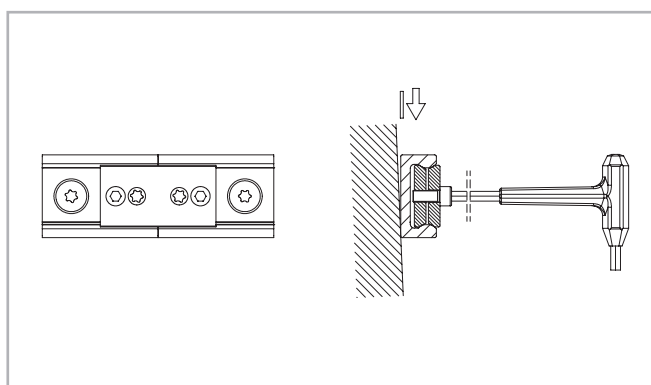

Fig. 81
- (3) Sistemare l'attrezzo di allineamento sulla giunzione delle guide e serrare uniformemente ambedue le viti di regolazione finché le piste sono allineate (vedere fig. 81).
- (4) Successivamente verificare se i lati posteriori di ambedue le guide appoggiano in piano sulla superficie di montaggio. Nel caso si fosse formata una fessura, spessorarla.